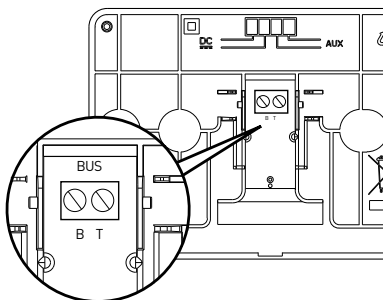

Fig. 1
- ouvrir les trous nécessaires à la fixation (fig.1).